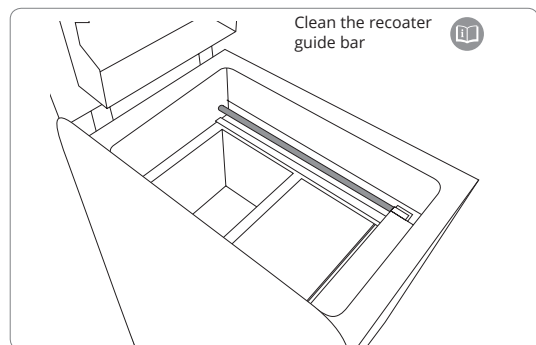

Abbildung 27. Bildschirm RECOATER-Führungsschiene reinigen.
- Reinigen Sie danach die RECOATER-Führungsschiene sorgfältig. Verwenden Sie auch dafür ein weiches, mit Ethanol getränktes Tuch (Abbildung 27).